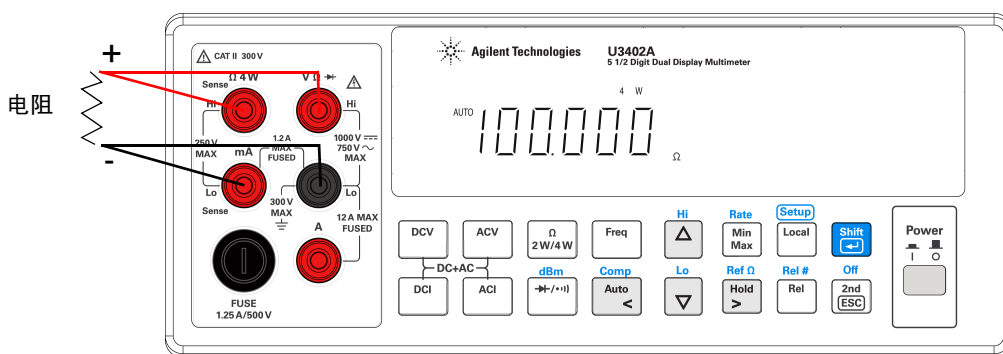

图 3-6 使用四线模式测量电阻时的端子连接
- 1 将红色和黑色的测试引线连接到电阻器，并按图 3-6 中所示检测测试点。